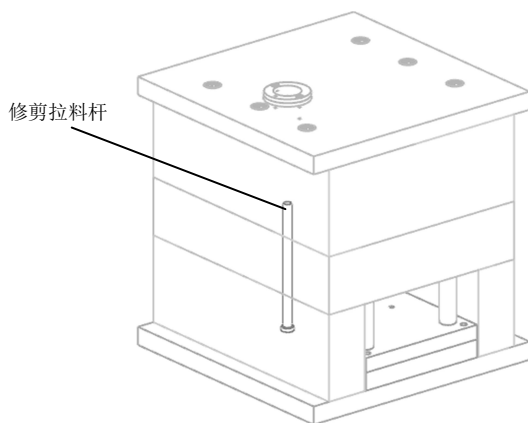

图 16-21 修剪拉料杆
(5) 单击“确定”按钮，修剪顶针长度，如图 16-21 所示。